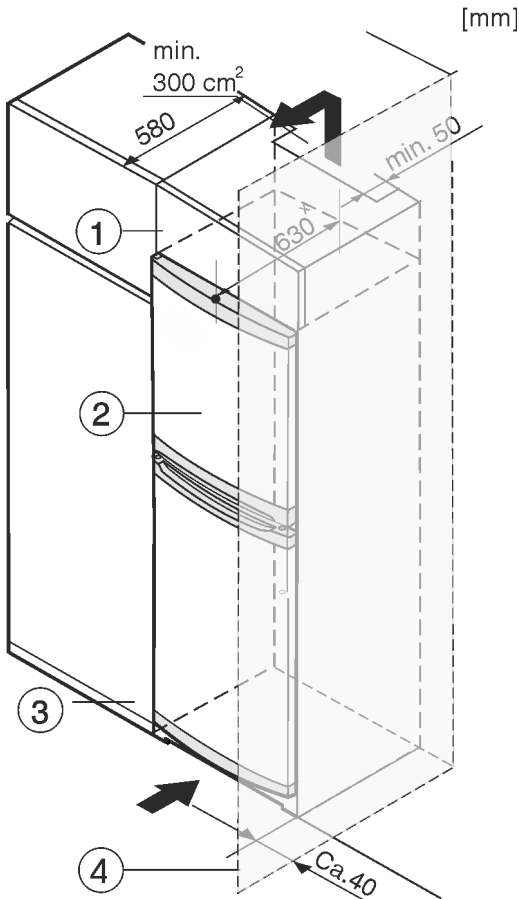

Fig. 8
- (1) Dulap suspendat (3) Dulap de bucătărie
(2) Aparat (4) Perete
* La aparatele cu distanțierele de perete atașate, dimensiunea se mărește cu 35 mm (vezi 4.2 Montarea aparatului). Aparatul poate fi refăcut cu dulapuri de bucătărie. Pentru a aduce aparatul Fig. 8 (2) la același nivel cu mobilierul de bucătărie, se poate monta deasupra aparatului un dulap suspendat Fig. 8 (1).
În cazul conversiei constructive cu dulapuri de bucătărie (grosime max. 580 mm), aparatul poate fi amplasat direct lângă dulapul de bucătărie Fig. 8 (3). Aparatul iese în afară în partea laterală cu 34 mm * și în centrul aparatului cu 50 mm * în raport cu suprafața frontală a dulapului de bucătărie.
Atunci când aparatul este montat cu balamalele lângă un perete Fig. 8 (4), distanța dintre aparat și perete trebuie să fie de cel puțin 40 mm. Această valoare corespunde proeminenței mânerului cu ușa deschisă.